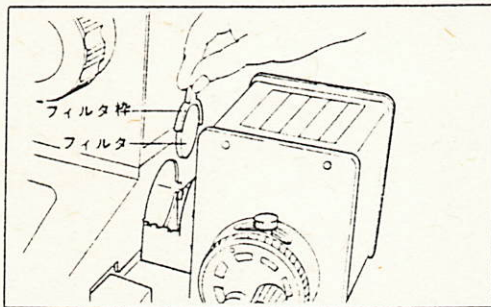

図9
- 1) 一般検鏡と同様に、NCB10フィルタをフィルタ枠に入れ、鏡基ベース部のフィルタ受けに落とし込みます。(図9)